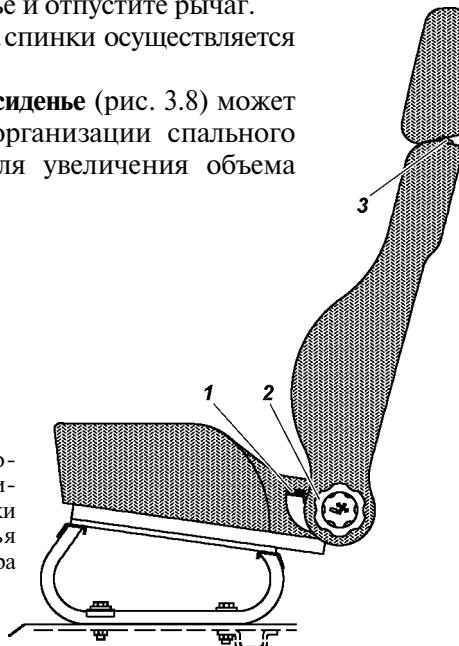

Рис. 3.7. Переднее сиденье:
-вниз также усилием руки, но при нажатой клавишке 3 (рис. 3.7) фиксатора подголовника.
**Регулировка передних сидений** в продольном направлении осуществляется с помощью рычага 1 (см. рис. 3.7):